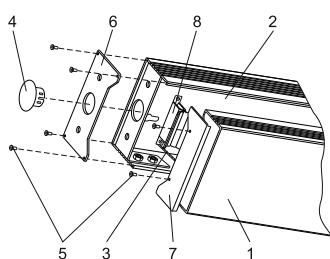

Рисунок 2/ Figure 2/2-sýret
5.2 Конструкція світильника дозволяє створювати рівномірну та безперервну світлову лінію, з'єднуючи світильники в магістраль. Для цього необхідно (рисунок 2, Додаток А):